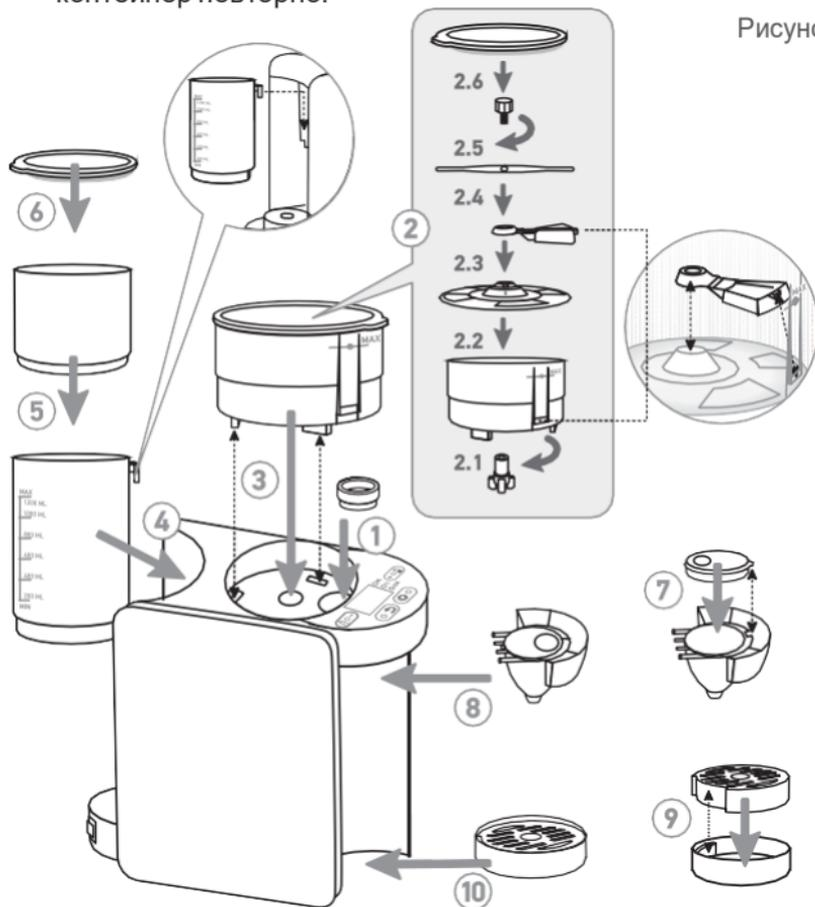

Рисунок 1.
1. Установите прокладку, как показано на рис. 1, п. 1.
2. Установите контейнер для смеси (рис. 1, п. 3) таким образом, чтобы выступ контейнера совпадал с пазом (прорезью) на основном блоке, как указано на рис. 1, п. 2 (2.1–2.6). Убедитесь, что контейнер плотно вставлен в блок, а зубья вала контейнера и основного блока не попадают друг на друга (находятся в зацеплении). При необходимости проверните вал контейнера вручную и вставьте контейнер повторно.
3. Установите контейнер для воды (рис. 1, п. 4). Обратите внимание на то, что выступ на корпусе контейнера для воды должен быть плотно вставлен в паз (прорезь) на корпусе основного блока, а контейнер должен быть до упора вставлен в нижнее основание на основном блоке. Наполните контейнер водой, не превышая отметку MAX.
4. На контейнер для воды установите дополнительный контейнер (рис. 1, п.5).
5. Закройте дополнительный контейнер крышкой (рис. 1, п. 6).
6. Установите воронку (рис. 1, п. 8), предварительно собрав ее так, чтобы выступ крышки воронки совпал с прорезью на корпусе воронки, как указано на рис. 1, п. 7. Убедитесь, что воронка плотно, до упора, вставлена в блок.
7. Установите поддон для смеси (рис. 1, п. 10), предварительно собрав его, как указано на рис. 1, п. 9.